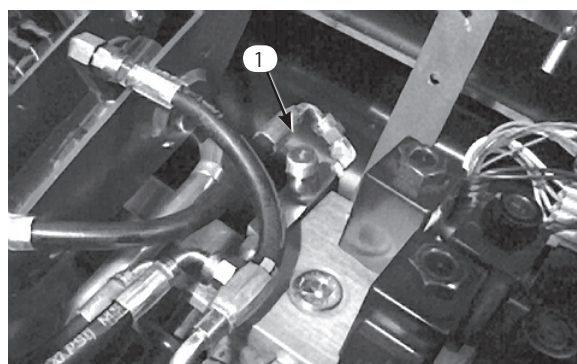

図54
本機のカッティングユニット昇降回路にはフローコントロールバルブ (図54) があります。このバルブは出荷時に約3回転の開度に調整されていますが、作動油温度、作業速度などにより調整が必要になる場合があります。以下の手順で調整します：
1. 運転席を上げ、センター・プルフレーム用フローコントロールバルブ (図54) を露出させる。バルブは油圧マニホールドの隣にある。